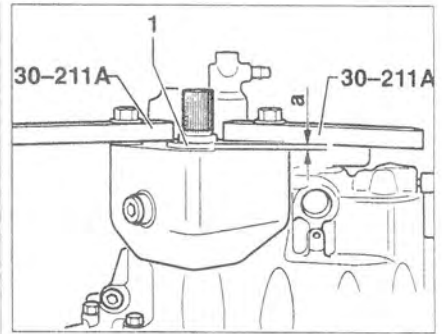

Рис. 5.89. Измерьте расстояние «а» между наружным кольцом 1 подшипника и уплотнительной поверхностью корпуса в двух противоположных точках.
8. Измерьте расстояние «а» между наружным кольцом 1 подшипника и уплотнительной поверхностью корпуса в двух противоположных точках (рис. 5.89). Например, 1-е измерение 3.5 мм + 2-е измерение = всего 7.1 мм. Расстояние «а» = 7.1 мм / 2 = 3.55 мм.